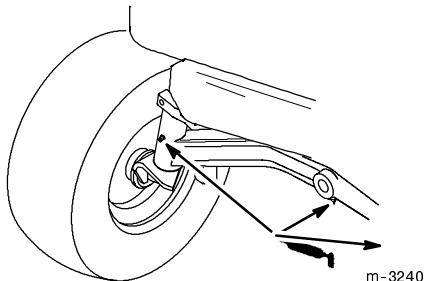

Abbildung 30
- Die linke und rechte Spindel einfetten, bis das Fett aus den Lagern auszutreten beginnt (Abb. 30).
- Den Vorderachsschenkel einfetten (Abb. 30).